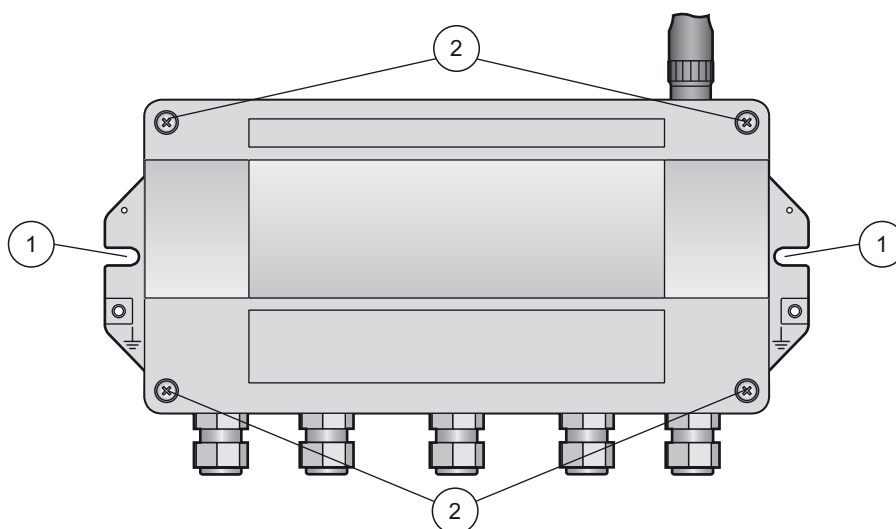

Рис. 4-5: Монтажные отверстия и винты корпуса
3. Выверните 4 винта крепления крышки корпуса и снимите крышку корпуса. См. рисунок 4-5 на стр. 20.
2. Выверните винты крепления крышки корпуса и снимите крышку корпуса. См. рисунок 4-5 на стр. 20.